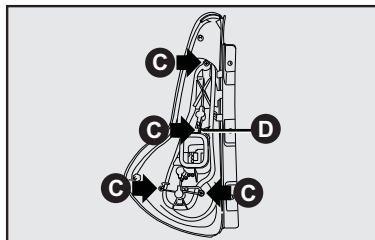

fig. 23
- Recolocar el grupo portalámparas en su alojamiento y colocar los tornillos de fijación **C-fig. 23**;